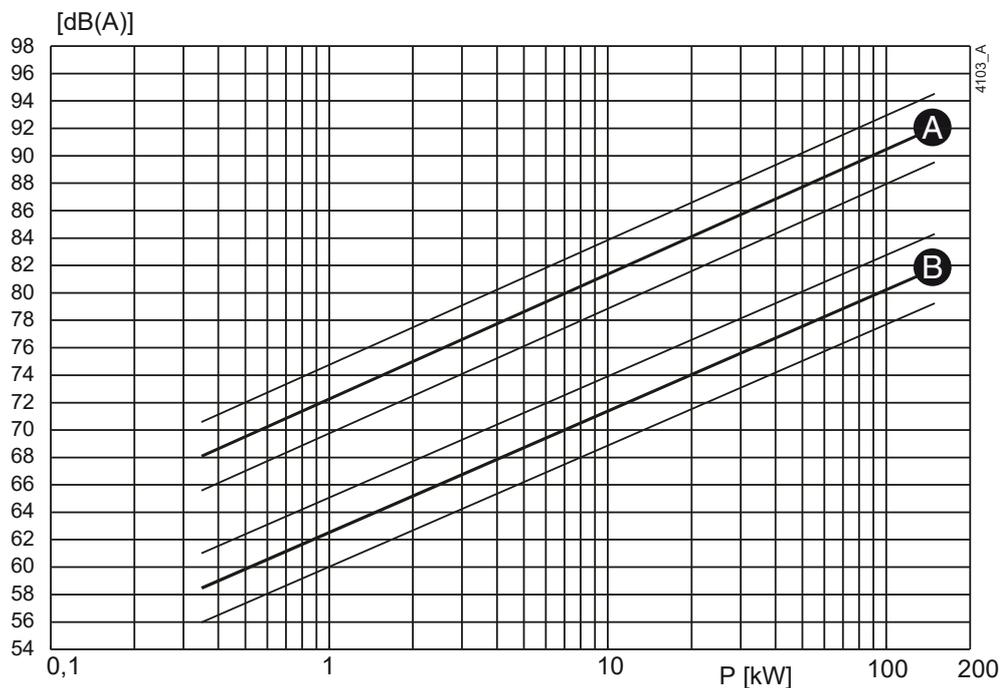
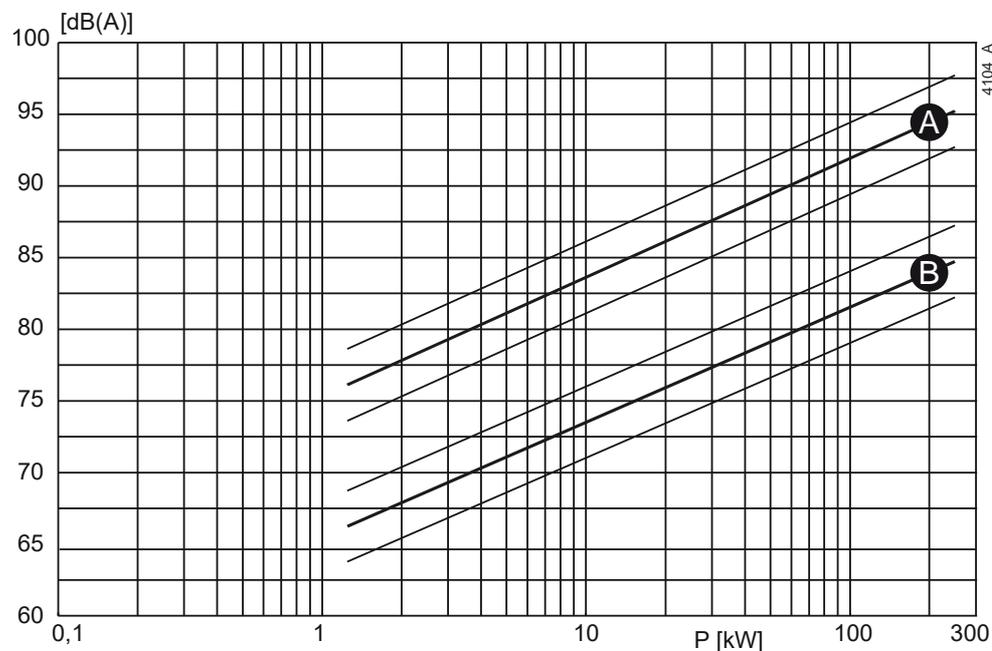

Figure 24: Niveau sonore en fonction de la puissance de la pompe [kW] à 1 450 min-1
Figure 25: Niveau sonore en fonction de la puissance de la pompe [kW] à 2 900 min-1
- 1 Déterminez le niveau sonore ( $L1$ ) de la pompe, voir Figure 24 ou Figure 25.